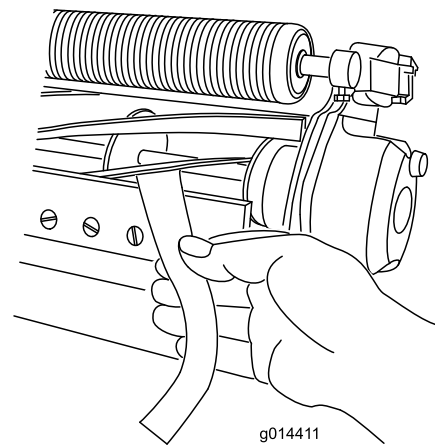

Figura 5
11. Testate le performance di taglio inserendo una lunga striscia di carta per le performance di taglio tra il cilindro e la controlama, perpendicolarmente al cilindro e alla controlama (Figura 5). Lentamente ruotate il cilindro in avanti per tagliare la carta.